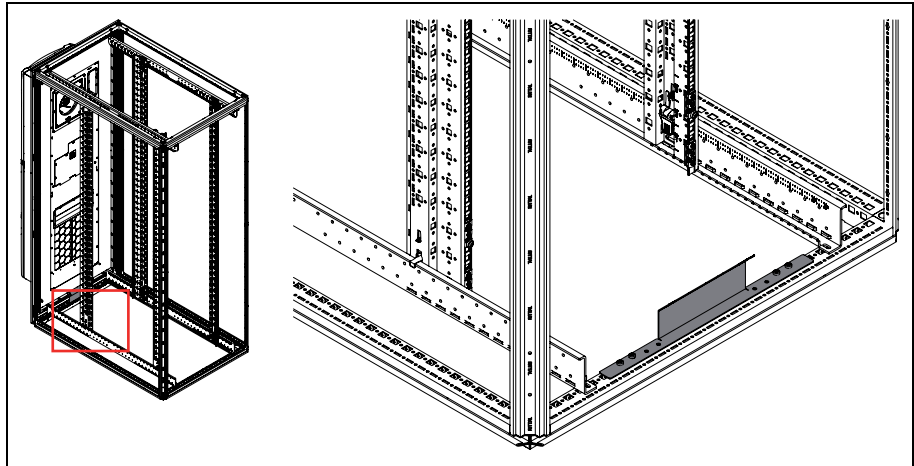

Abb. 8: Montieren des Haltewinkels hinten
- Montieren Sie auf der unteren Querstrebe auf der Rückseite des IT-Racks den hinteren Haltewinkel (Abb. 8).